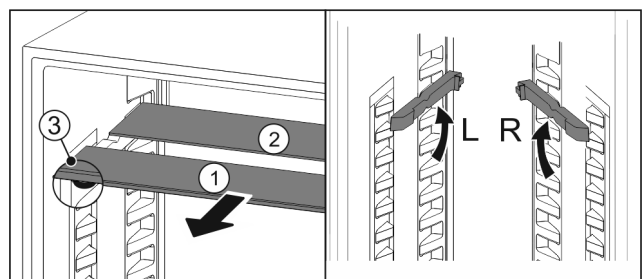

Fig. 96
- ▶ Glasplaten afzonderlijk vanaf de voorkant eruit trekken Fig. 96 (1).
- ▷ Glasplaat Fig. 96 (1) met sierlijst ligt voor.
- ▷ Stops Fig. 96 (3) zijn naar onder gericht.